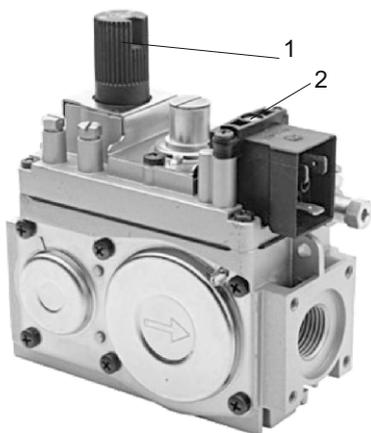

Рис.9
7.4.3. Розжиг запальной горелки: нажмите и проверните круглую ручку управления поз.1 рис.9 до положения (☀).